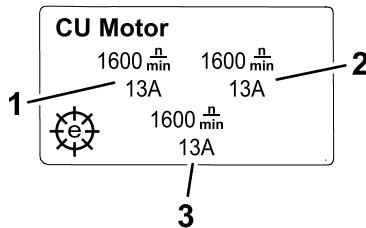

Bild 20
- Informationsbildschirm für den Motor des Mähwerks** (Bild 20): Zeigt die Geschwindigkeit und den Strom jedes Mähwerkmotors an.